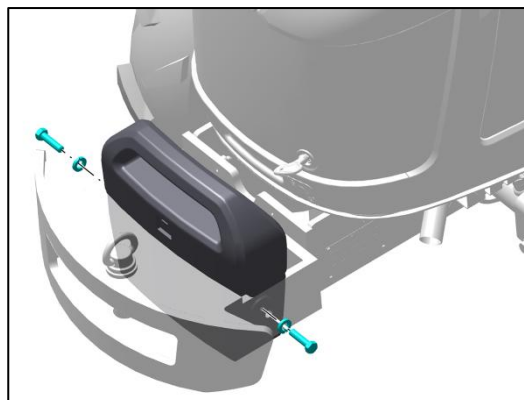

Abb. 113 – VERWENDUNG VON GEWICHTEN AN DER VORDERSEITE ZUR ERHÖHUNG DER STABILITÄT DES TRAKTORS
- Verwenden Sie vorn Gewichte, um die Stabilität des Traktors beim Ziehen schwerer Lasten zu erhöhen oder um das Gewicht eines schweren, am Heck montierten Arbeitsgeräts auszugleichen (Abb. 113).